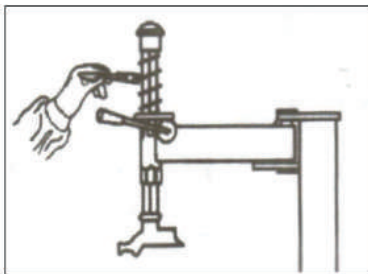

Fig. 25
- Utilize óleo diesel para limpar o eixo sextavado (Fig 25). Utilize óleo de máquina para lubrificar.